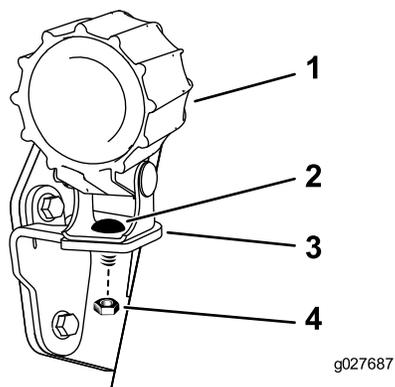

Рисунок 13
2. Выверните гайку и шайбу из каждого рабочего осветительного прибора в сборе и закрепите их на кронштейнах, как показано на Рисунок 13.